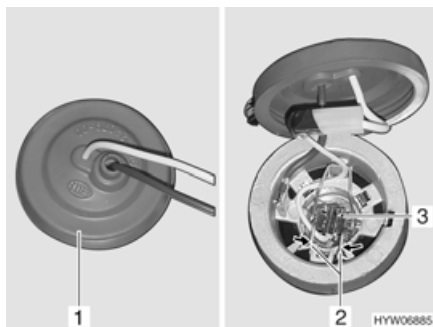

Bild 218 Dimljus
- Handen förs in bakom dimljuset och gummihatten (Bild 218,1) tas av från lamphuset.
- Metallbygeln (Bild 218,2) trycks ihop och tas ur hållaren.
- Ta ut glödlampans kabel (Bild 218,3) med kabel ur lamphuset.